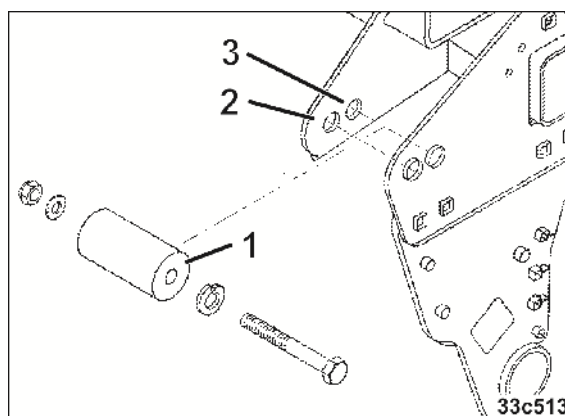

Fig. 96
- to lejbøsninger (Fig. 96/1)
Ved udstyr med PW 600 og KW 580 er lejbøsningerne monteret i boring 2 (Fig. 96/2).
Ved udstyr med CDW 550 er lejbøsningerne monteret i boring 3 (Fig. 96/3).